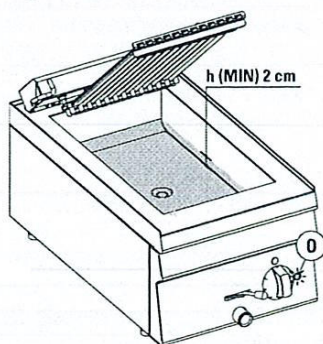

fig.3
- Eine Sicherheitsvorrichtung verhindert die Verwendung ohne Wasser. Wenn das orange Lämpchen | O | Abb. 3 leuchtet, zeigt dies an, dass Wasser in der Schale fehlt. Füllen Sie dann Wasser bis zum geforderten Stand nach.